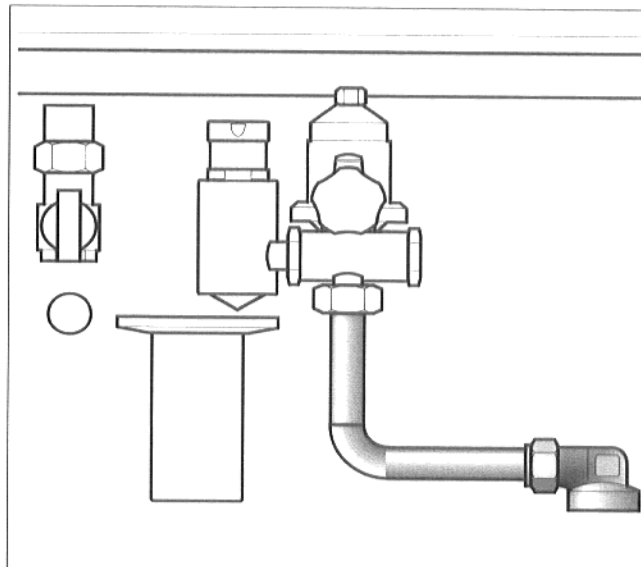

Fig. 11: tubo di collegamento acqua fredda
- Montare il tubo di collegamento acqua fredda tra l'accumulatore ed il gruppo di sicurezza. Tenere presente l'anello di serraggio e la guarnizione! (Fig. 11).